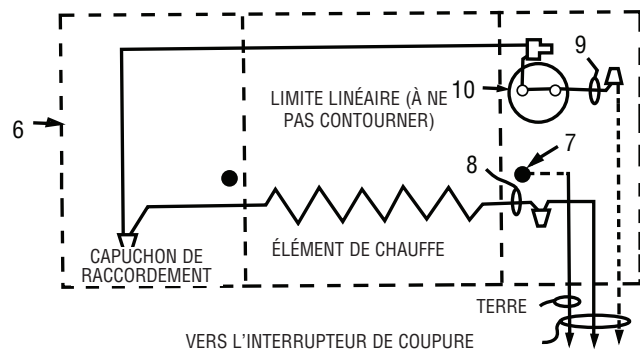

Figure 3. Installation d'unité unique
3. Toutes les procédures de câblage et les connexions doivent être en conformité avec la norme électrique américaine (NEC) et les normes locales. Référez-vous au schéma de câblage du radiateur en Figures 3 et 4. Assurez-vous que toutes les connexions électriques sont bien serrées pour éviter une possible surchauffe. N'utilisez que des fils d'alimentation en cuivre.
5. En suivant le schéma de câblage de la Figure 3, effectuez les connexions électriques dans le boîtier de raccordement en enlevant d'abord le bouchon couvrant les fils 8 et 9 du radiateur pour les réunir au fils d'arrivée du secteur. Branchez le fil de terre d'arrivée sur la vis de mise à la terre (7) dans le boîtier de raccordement.
REMARQUE IMPORTANTE : Ce radiateur est fourni avec un contrôle de limite de dépassement de température (Limite linéaire), consultez les Figures 3 et 4. Ce contrôle de sécurité sert à désactiver le radiateur pour maintenir une température sans risques dans l'éventualité d'une obstruction ou d'une condition anormale. N'enlevez PAS et ne contournez pas cet important contrôle de sécurité car il est là pour limiter les températures et éviter un possible départ d'incendie dans le cas où le radiateur serait soumis à une condition de surchauffe. S'il est déterminé que le radiateur subit des coupures durant une utilisation normale, cessez de l'utiliser jusqu'à ce qu'il ait pu être inspecté et réparé par du personnel de service qualifié.